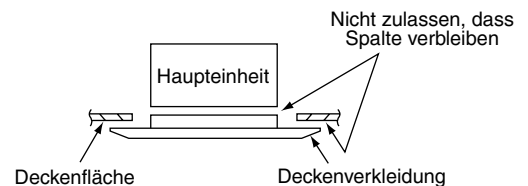

Abb. 9-24
- (4) Sicherstellen, dass die Verkleidung einwandfrei an der Decke befestigt ist.
- Nun sicherstellen, dass zwischen Einheit und Deckenverkleidung, sowie zwischen Deckenverkleidung und Deckenoberfläche kein Spalt vorhanden ist. (Abb. 9-24)